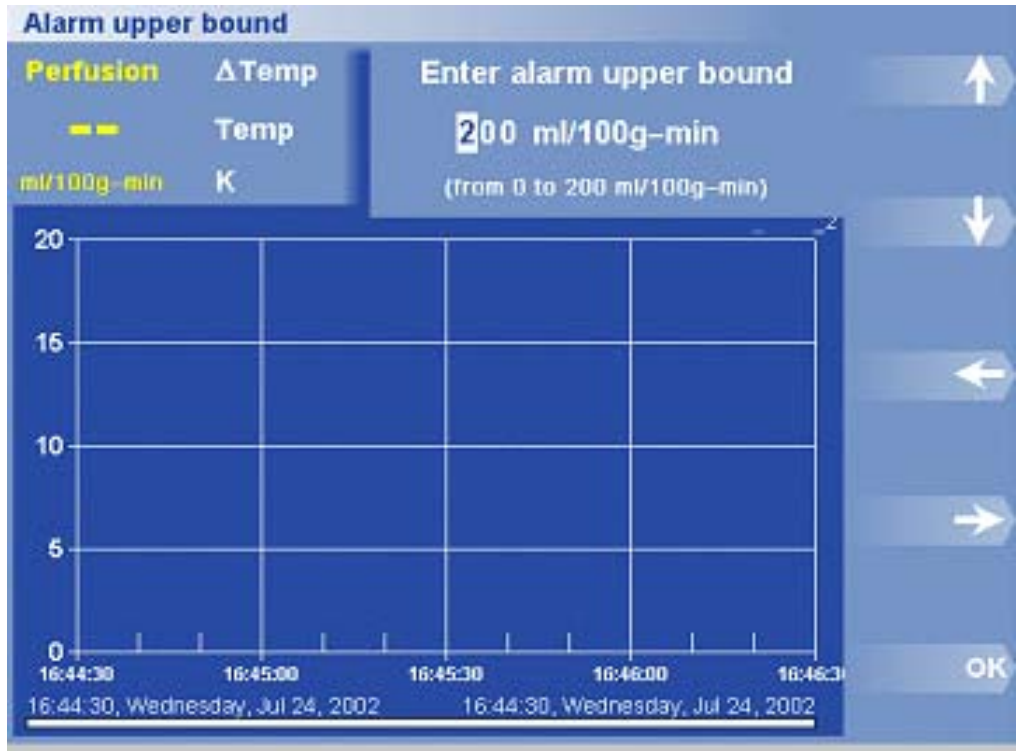

Figure 26. Boîte de dialogue et menu Limite supérieure de l'alarme
3. Cliquez sur Value (Valeur). La boîte de dialogue Limite supérieure apparaît (figure 26). Utilisez les touches fléchées pour définir la limite supérieure de l'alarme.